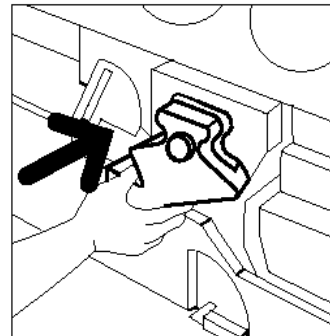

Figure 26 : Insertion du nouveau récupérateur de développeur
- 9** Alignez le nouveau récupérateur de développeur avec la flèche marquée sur la machine et insérez-le (voir la figure 26).